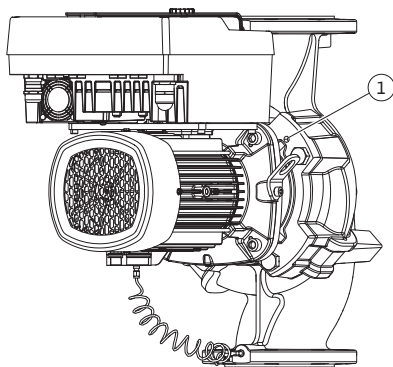

Fig. 11: Estrazione del set di innesto tramite i fori filettati (DN 100 ... DN 125)
A questo scopo, per il tipo di pompa rappresentato nella Fig. II e Fig. III (DN 100 ... DN 125) utilizzare i due fori filettati (Fig. 11, pos. 1). Per questa operazione, servirsi delle opportune viti fornite a cura del committente (es. M10 x 25 mm).
5. Estrarre il set di innesto (vedi Fig. 4) dal corpo pompa. A tal fine, utilizzare i due fori filettati (vedi Fig. 11). Per allentare la sede, avvitare le viti M10 di lunghezza adeguata nei fori filettati.
7. Allentare le due viti trattenute sulla lamiera di protezione (Fig. II, pos. 27) e rimuovere la lamiera di protezione.
8. Introdurre nella finestra della lanterna una chiave fissa con apertura da 27 mm e tenere fermo l'albero sulle superfici piane della chiave (Fig. II, pos. 16). Svitare il dado della girante (Fig. II, pos. 22). Estrarre la girante (Fig. II, pos. 21) dall'albero utilizzando un estrattore adatto.
9. Allentare la lamiera di sostegno del trasduttore di pressione differenziale (Fig. I, pos. 13) dalla flangia motore, allentando la vite (Fig. II, pos. 10). Lasciar appeso il trasduttore di pressione differenziale (Fig. I, pos. 8) con la lamiera di sostegno (Fig. I, pos. 13) ai tubi di misurazione della pressione (Fig. I, pos. 7). Staccare il cavo di collegamento del trasduttore di pressione differenziale nel modulo elettronico.
10. Allentare le viti (Fig. II, pos. 10 e pos. 10a).
11. Allentare la lanterna dal centraggio motore mediante un estrattore a due bracci (estrattore universale) e staccarla dall'albero. Durante questa operazione, si stacca anche la tenuta meccanica (Fig. I, pos. 25). Evitare di inclinare la lanterna.
12. Se la tenuta meccanica è stata danneggiata, spingere l'anello contrapposto (Fig. I, pos. 26) della tenuta meccanica fuori dalla sua sede nella lanterna. Introdurre nella lanterna il nuovo anello contrapposto.